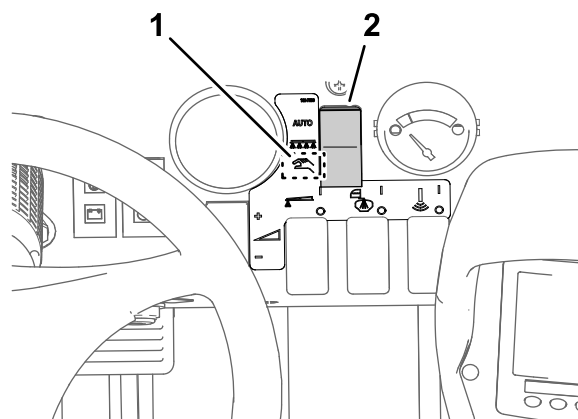

Figure 45
4. Placez le sélecteur de mode du pulvérisateur en position Mode manuel (Figure 45).
5. Tournez la vanne de coupure de dérivation de section à la position fermée (Figure 45).
7. Appuyez sur le bouton 2 pour passer à l'étape suivante (Figure 45).